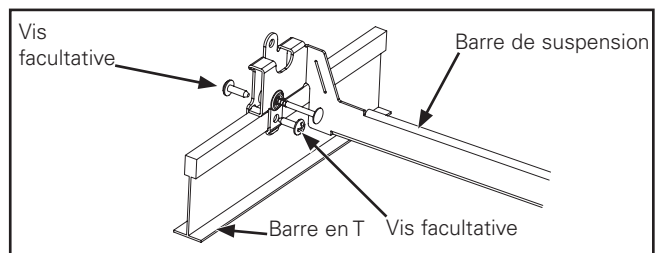

Figure 7.
1. Étendez les barres de suspension et faites coulisser les fentes des languettes de fixation sur les barres en T. Des attaches facultatives peuvent être utilisées pour fixer les barres de suspension à la barre en T (Figure 7.).